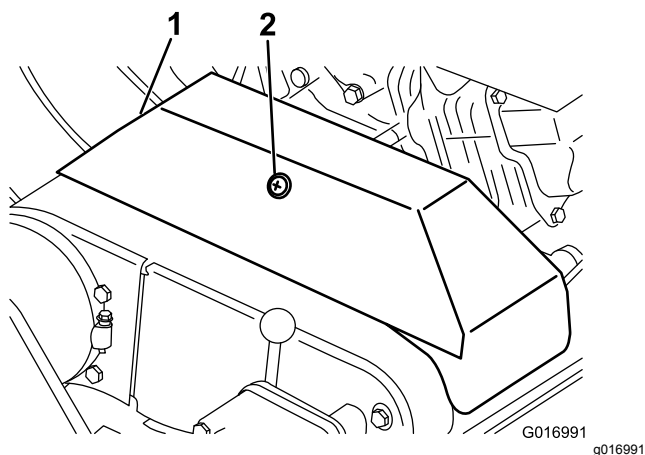

図 46
2. V ベルトカバーを固定しているリテーナをゆるめて、カバーを開ける 図 46。